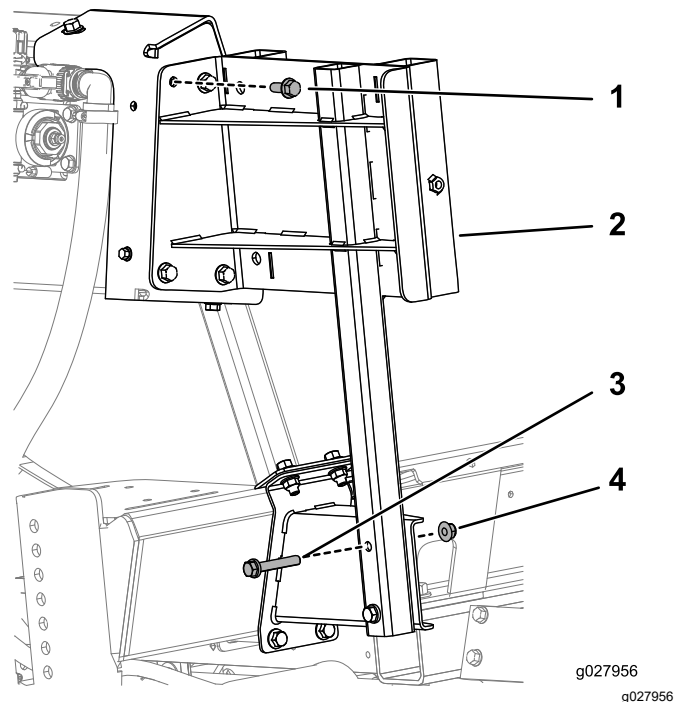

图 13
5. 如图 13 中所示使用 4 个螺栓 $\frac{3}{8}$ 英寸 - 16 x 1 英寸、2 个螺栓 $\frac{3}{8}$ 英寸 - 16 x $2\frac{1}{4}$ 英寸和 6 个凸缘螺母 $\frac{3}{8}$ 英寸 - 16 英寸将软管卷架支撑托架固定到上下支架上。